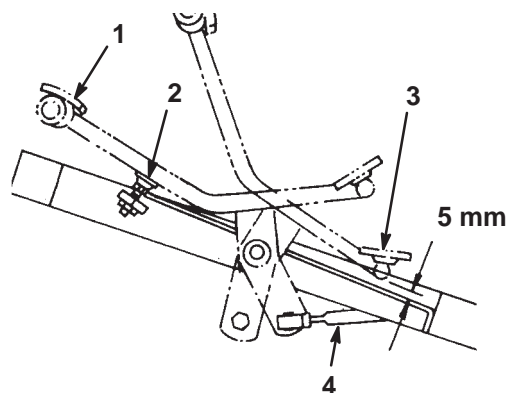

Bild 48
1. Drücken Sie das Fahrpedal ganz nach vorne durch, bis die Ventilspule im 5. Abschnitt vollständig herausgezogen ist. Dabei muss das Pedal den Pedalanschlag berühren (Bild 48).
2. Kontrollieren Sie die Entfernung zwischen der Unterseite des Pedals und dem Fußbrett, siehe Bild 48. Der Abstand sollte ungefähr 5 mm betragen. Sie müssen die Fahrschaltstange einstellen, wenn der Abstand mehr oder weniger als 5 mm beträgt. Gehen Sie folgendermaßen vor:
- A. Entfernen Sie die Klemmmutter und das Kugelgelenk, mit denen die Schaltstange (Bild 48) an der Fahrwellen-Schwenkplatte befestigt ist.